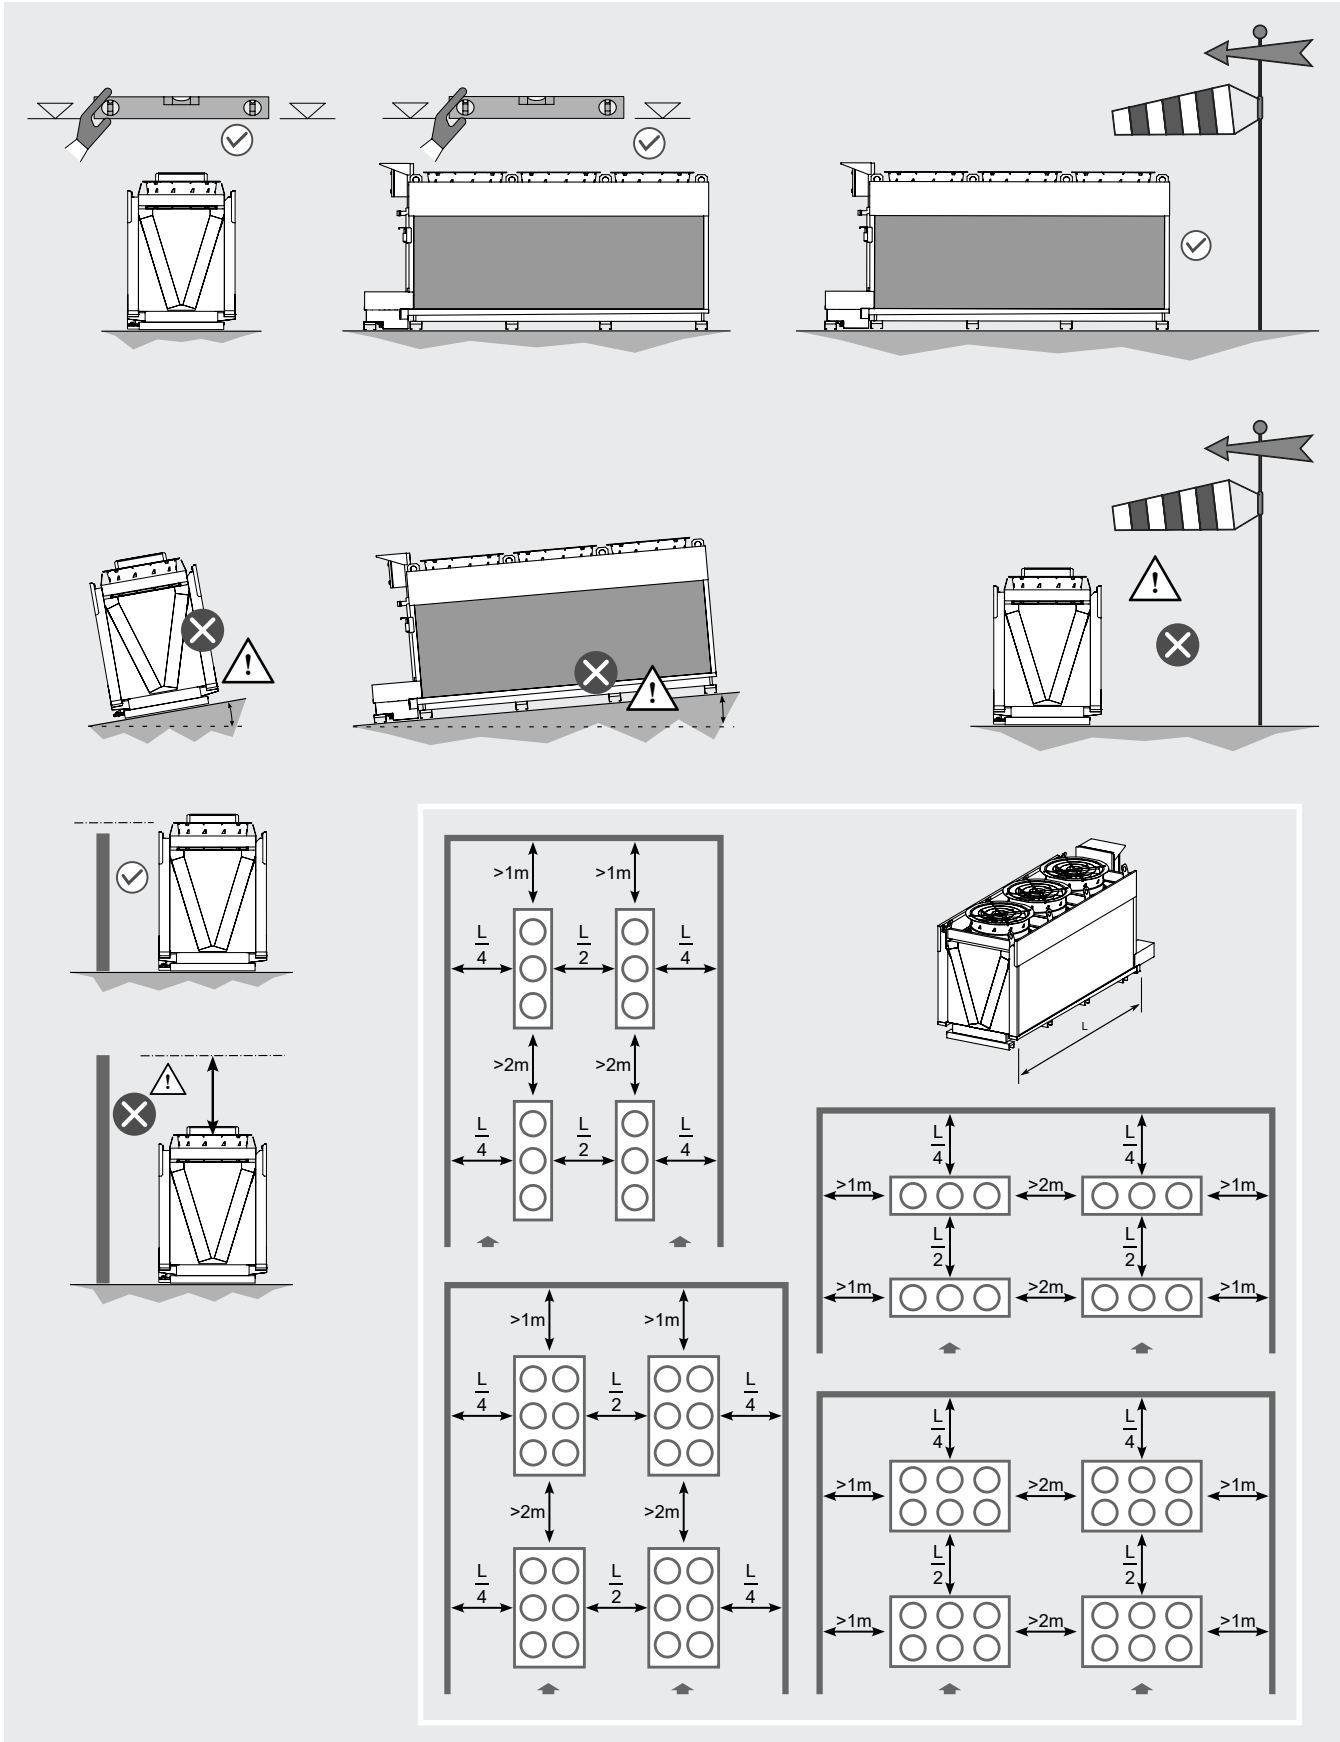

Abbildung 10
- 6.6 Sorgen Sie für ausreichend Platz für Luftzirkulation und Wartung. Vermeiden Sie es, den Luftstrom gegen reflektierende Oberflächen oder Oberflächen zu richten, die den Geräuschpegel erhöhen. Der Mindestabstand zwischen den Modellen kann je nach Höhe der Positionierung durch die Verwendung spezieller erhöhter Füße oder einer Stützplattform reduziert werden. Für einen optimalen Betrieb sollten Sie das Modell orthogonal zur vorherrschenden Windrichtung aufstellen. Bei anderen als den angegebenen Installationen wenden Sie sich bitte an Modine. Das Modell muss auf einer vollkommen horizontalen, ebenen Fläche aufgestellt werden, die das Gewicht des Modells tragen kann. Siehe Abbildung 10.